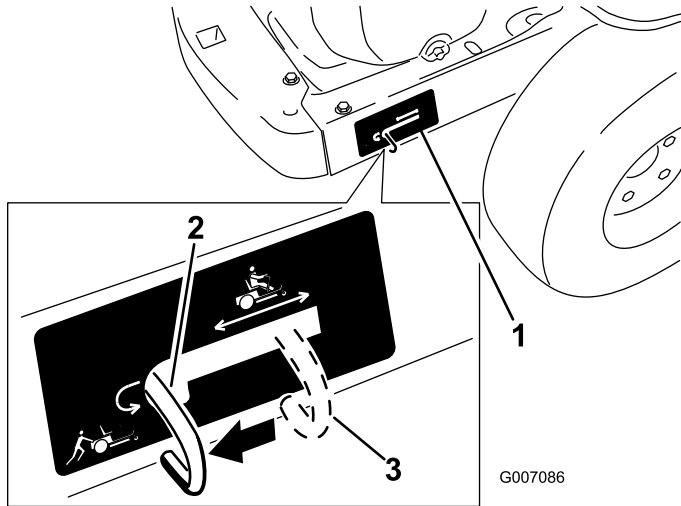

Figure 22
4. Déplacez les leviers de dérivation en arrière, puis abaissez-les pour les bloquer en place comme illustré à la Figure 22 et désengager les moteurs de roues. Répétez cette procédure de chaque côté de la machine.
Levez les leviers de dérivation et poussez-les en avant jusqu'au **centre** de la fente horizontale (Figure 22) pour engager les moteurs de roues.